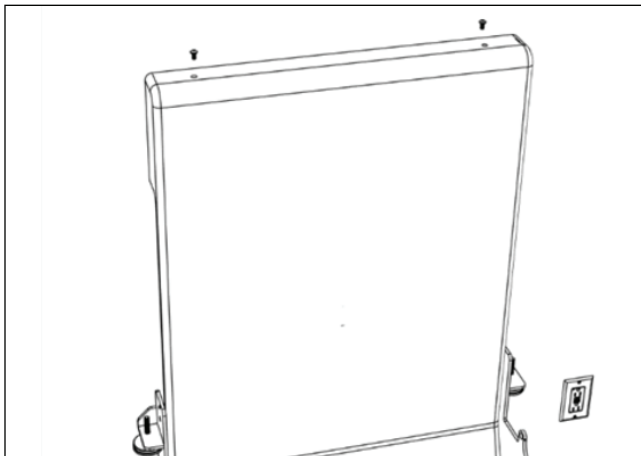

Figure 4 - Emplacement des boulons du couvercle (haut)
1. Retirer les deux (2) boulons à tête cylindrique de 1/4 po situés sur le dessus du capot (voir la figure 4).